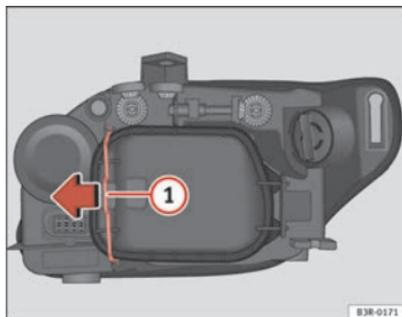

Abb. 222 Glühlampe des Standlichts
Ein vorheriges Abnehmen des Deckels ⇒ Seite 288, Abb. 222 ist zwar nicht notwendig, erleichtert aber den Ersatz der Lampe des Tagfahrlichts. ■
- Den Spanner ⇒ Abb. 222 ① in Pfeilrichtung bewegen und den Deckel abnehmen, indem zuerst die Seite des Spanners und danach die beiden Laschen des anderen Endes des Deckels abgenommen werden.